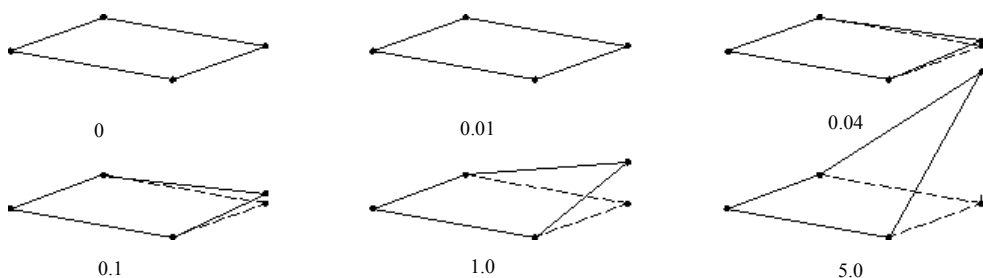

图 4.5.16 Warping Factor 二维图形变形
- 图 4.5.16 所示的是二维四边形壳单元的 Warping Factor 逐渐增加的网格变形图形，从图可知，Warping Factor 由 0.0 增大至 2.0 的过程与网格扭曲程度成正比。